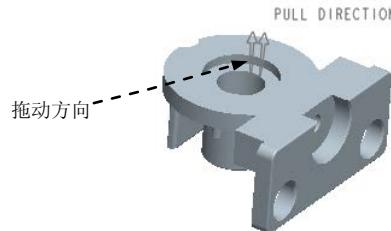

图14.3 调整模具坐标系后
(3) 旋转坐标系。在“参考模型方向”对话框的轴区域中选择Y轴作为旋转轴，在角度：文本框中输入数值90。
(4) 在“参考模型方向”对话框中单击 确定 按钮；在“布局”对话框中单击 确定 按钮；在 CAV LAYOUT (型腔布置) 菜单中单击 Done/Return (完成/返回) 命令，完成坐标系的调整，结果如图14.3所示。